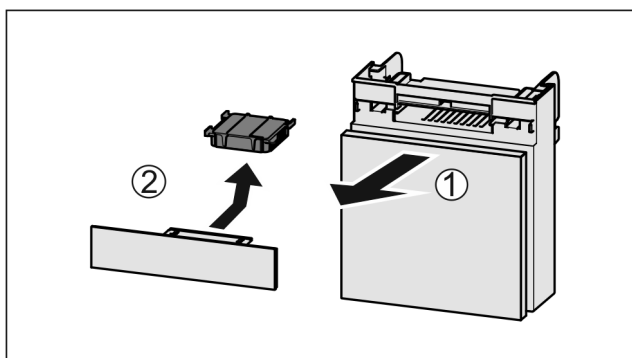

Fig. 116
- Trekk ut Fig. 116 (1) hyllen fremover.
- Ta ut Fig. 116 (2) aktivkullfilteret.